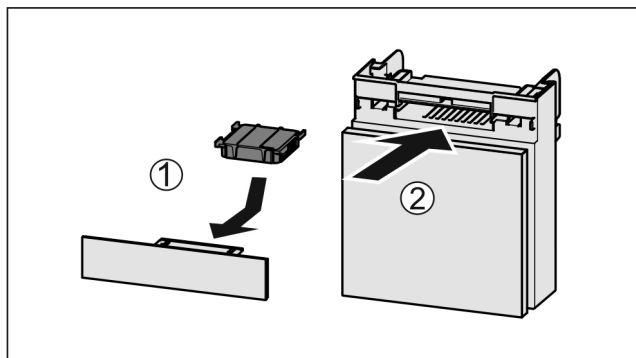

Fig. 141
- ▶ Introduzca el compartimiento Fig. 141 (2).